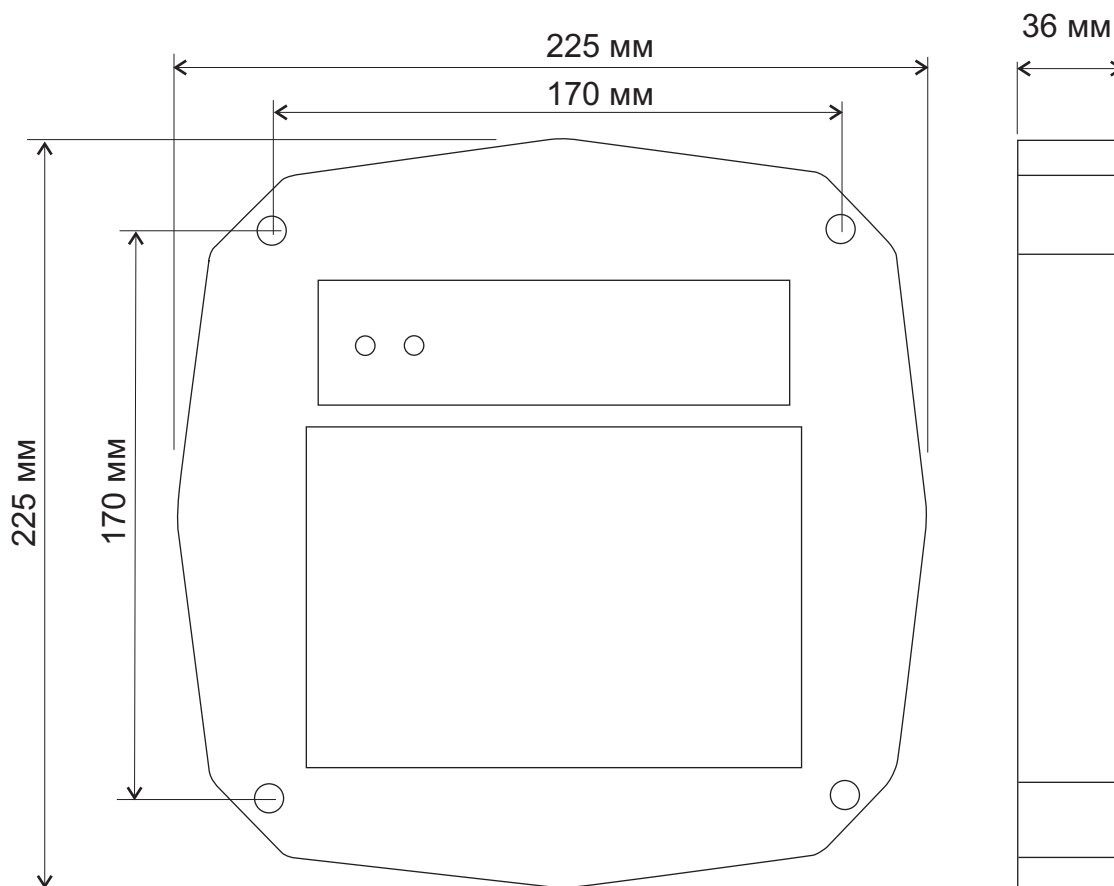

Рис.1 Габаритные размеры.
- разметьте и просверлите отверстия для крепления под размер отверстий считывателя (рис.1);